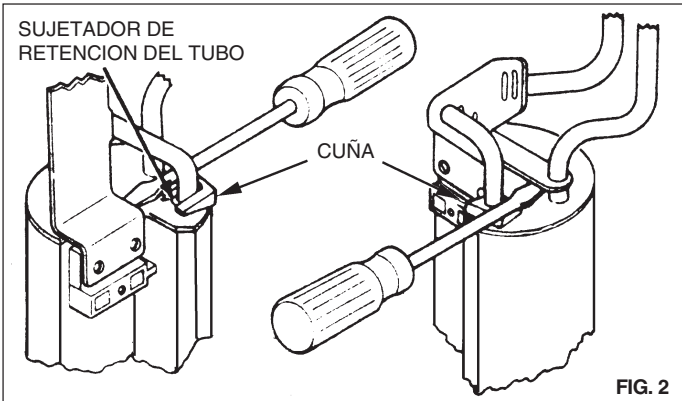

FIG. 2
D) Usando un destornillador o dispositivo similar para hacer palanca con la cuña suministrada y refiriéndose a los diagramas para varias unidades de tanque (fig. 2), con acción de palanca separe el conjunto de tubería y brida de la unidad del tanque plástica. Los tubos no deben tener ninguno de los sujetadores de la unidad del tanque. Descarte la unidad del tanque viejo juntamente con el filtro.